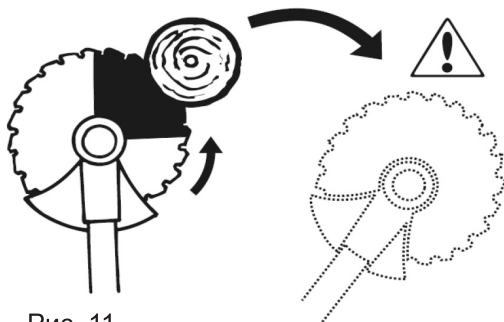

Рис. 11
**ВНИМАНИЕ!** Во время работы с пильным диском может возникнуть отскок диска от древесины – резкий отброс триммера в сторону или на оператора. Отскок может возникнуть при отсутствии опыта у оператора, недостаточно высокой скорости вращения диска, затуплённых зубьев диска, при касании диска древесины сегментом, по аналогии с циферблатом часов, от 12 часов до 3 часов (Рис. 11). Последствиями отскока может стать травма